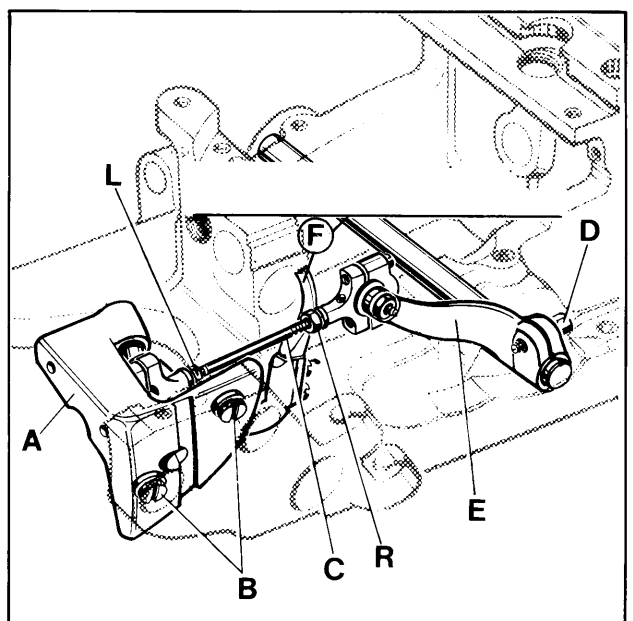

Fig. 12
HINT: In case the adjusting possibility of the spreader by means of the two offset flats on the spreader shank is not sufficient, additionally the complete bearing (A, Fig. 12) can be moved slightly up or down when loosening screws (B). Retighten both screws.
If an adjustment is necessary, loosen nuts (L and R, Fig. 12) and turn connecting rod (C) forward or backward as required to obtain the required position.
DATO: En el caso de que el ajuste del spreader con las dos superficies en el cuello no sea suficiente, se recomienda mover el rodamiento del looper (A, Fig. 12) ligeramente hacia arriba o hacia abajo, cuando se suelten los tornillos (B). Apriete los tornillos.
De ser necesario un ajuste, afloje las tuercas (L y R, Fig. 12) y gire la varilla de conexión (C) hacia adelante o hacia atrás, como sea requerido, hasta obtener la posición adecuada.
If required loosen clamp screw (D, Fig. 12) in the drive lever (E) and set the lever so that the upper spreader (F) clears at all points. Retighten clamp screw (D).
After this setting recheck the position of the upper spreader to the needle, as described above. Reset with connecting rod (C, Fig. 12) if required and tighten nuts (L and R).
HINT: In case the adjusting possibility of the upper looper as described is not sufficient, additionally the bearing (A, Fig. 12) can be moved slightly up or down when loosening the two screws (B). Retighten screws.
Si es necesario, afloje el tornillo de sujeción (D, Fig. 12) en la palanca (E) y ajústela de manera tal que el spreader superior (F) no toque ninguna otra pieza. Apriete el tornillo de sujeción (D).
Después de realizar este ajuste, verifique la posición del spreader superior con la aguja, tal y como se describe en el párrafo anterior. Reajuste con la barra de conexión (C, Fig. 12) de ser necesario y apriete de nuevo las tuercas (L y R).
DATO: En el caso de que el ajuste descrito del looper superior no sea suficiente, se recomienda mover el rodamiento del looper (A, Fig. 12) ligeramente hacia arriba o hacia abajo, después de haber soltado los tornillos (B). Apriete los tornillos.
In the extreme left upper end position of upper looper (A, Fig. 11 B), the distance between the left edge of looper eye and the center of needle (N) should be 6 mm (15/64 in.) If an adjustment is necessary, loosen nuts (L and R, Fig. 12) and turn connecting rod (C) forward or backward as required to obtain the required position.
If required loosen clamp screw (D, Fig. 12) in the drive lever (E) and set the lever so that the upper looper (F) clears at all points. Retighten clamp screw (D).
After this setting recheck the position of the spreader to the needle, as described above. Reset with connecting rod (C, Fig. 12) if required and tighten nuts (L and R).
Si un ajuste es necesario, suelte las tuercas (L y R, Fig. 12) y gire la varilla de conexión (C) hacia adelante o hacia atrás, como sea necesario, hasta obtener la posición requerida.
De ser necesario, suelte el tornillo de sujeción (D, Fig. 12) en la palanca de movimiento (E) y ajústela de manera tal que el looper superior (F) no toque ninguna otra pieza. Reajuste el tornillo de sujeción (D).